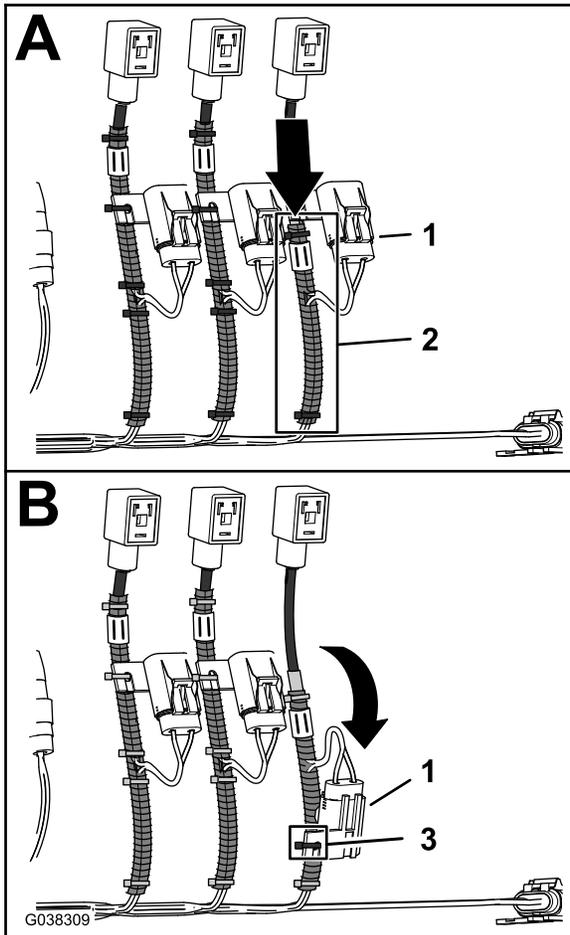

図 31
3. スリーブチューブを図 31のようにメインランチ側に寄せる。
4. インラインヒューズブロックを図 31に示すようにスリーブチューブに合わせて、共にケーブルタイで固定する。